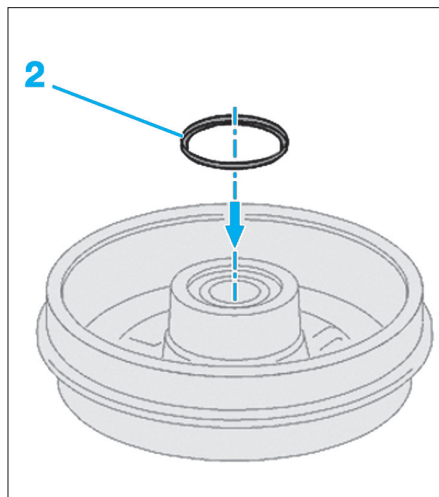

Fig. 72
- la cuvette d'appui (2) (Fig.72).